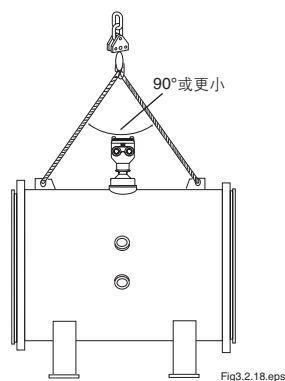

图3.3.6 吊起传感器
- 为保证安全,保持吊起角度小于90度,如图3.3.6所示。